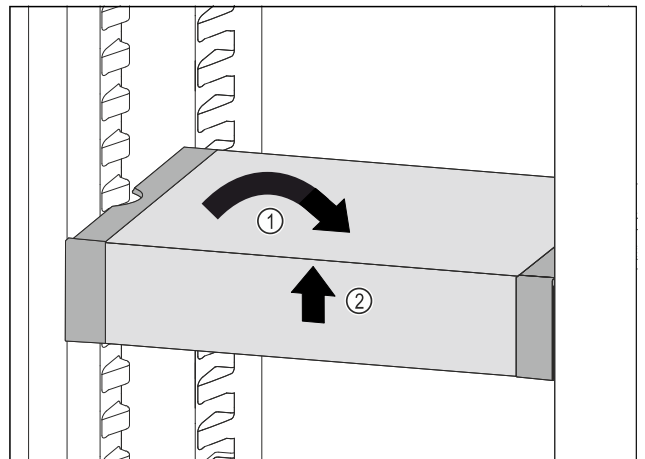

Fig. 53
- ▶ Изправете VarioSafe. Fig. 53 (1)
- ▶ Повдигнете VarioSafe отпред. Fig. 53 (2)